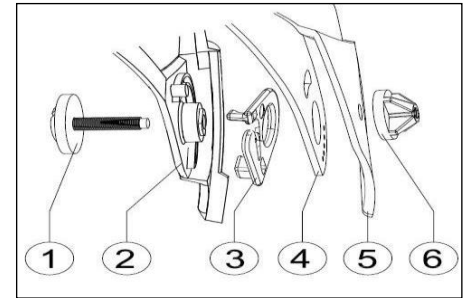

Fig. 1
1. Aflojar los tornillos ubicados lateralmente (Fig.1 P.to 1 en 6).
2. Quitar la pieza frontal (Fig.1 P.to 5), teniendo cuidado quitar la parte central de su soporte.
3. Quitar la visera (Fig. 1, Punto 4).
4. Quitar los “stopper” On/Off (Fig. 1 Punto 3).
5. Quitar la pieza lateral del casco (Fig. 1, Punto 2).
6. Quitar el tornillo (Fig.1 Punto 6).
1. Situar el tornillo en el correspondiente alojamiento que se encuentra en el cuerpo del casco (fig. 1 punto 1)
2. Colocar el “stopper” On/Off (Fig. 1 punto 3)
3. Colocar la visera (Fig. 1 punto 4)
4. Ubicar la pieza frontal del casco (Fig. 1 punto 5)
5. Apretar ligeramente el tornillo (Fig. 1 p.to 1 en 6)